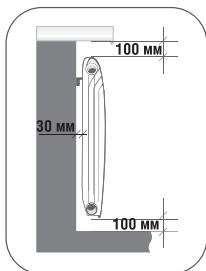

рис. 1
1. Для максимальной теплоотдачи радиатора необходимо соблюдать расстояния, указанные на рис.1